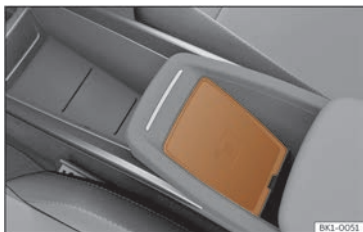

Fig. 167 Sur la console centrale : logement de connexion du téléphone mobile.
- Déposez votre appareil mobile au centre du boîtier avec l'écran orienté vers le haut >>> **fig. 167**, >>>